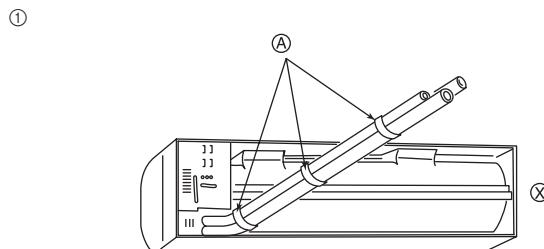
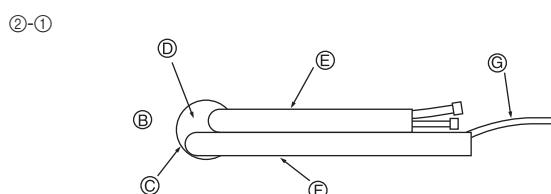

Fig. 3-4
Fig. 3-5
- ① Tuberías trasera, derecha e inferior (Fig. 3-4)
- ② Junte los tubos refrigerantes con cinta de vinilo en tres puntos o más. Esto facilitará el paso de la tubería por la pared.
- ② Tuberías izquierda y posterior izquierda
- ②-① Para la tubería posterior izquierda, saque los tubos fuera del agujero para determinar la longitud correcta y acódelos. La unidad interior debe estar suspendida del soporte de fijación.(Fig. 3-5)